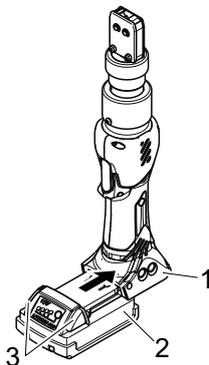

Abb. 11: Einsetzen des Akkus
- Schieben Sie den Akku (Abb. 11/2) in die Klemmenzange CP 10 / CP 20 / CC 20 (Abb. 11/1), bis er sicher einrastet.
Der Akku ist eingesetzt, wenn sich die Knöpfe (Abb. 11/3) bewegen und ein Klickgeräusch zu hören ist.